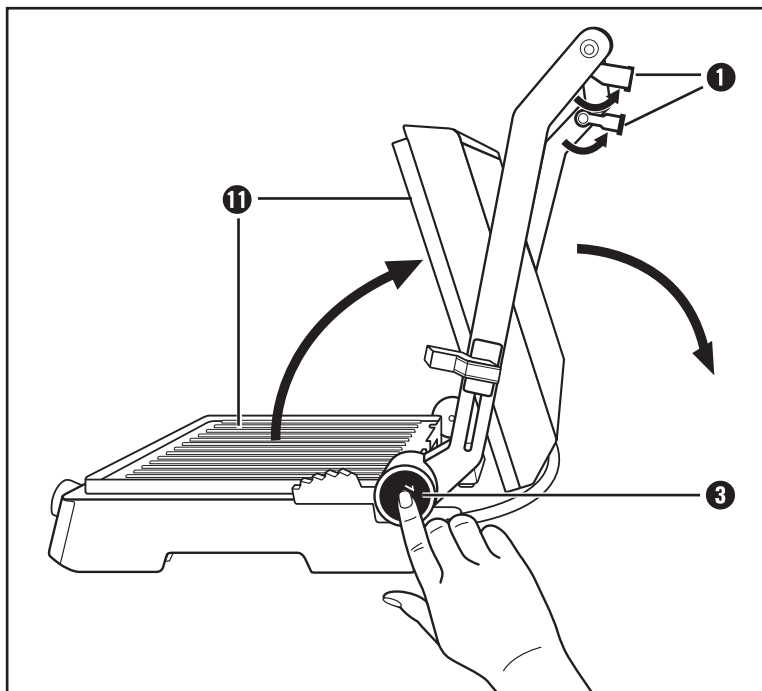

Abb. 1
- 3) Klappen Sie die beiden Stützfüße **1** aus (Abb. 1).
- 4) Drücken Sie die Entriegelungstaste 180° **3** (Abb. 1) und öffnen Sie den Gerätedeckel so weit, dass beide Heizplatten **11** als Tischgrill benutzt werden können.